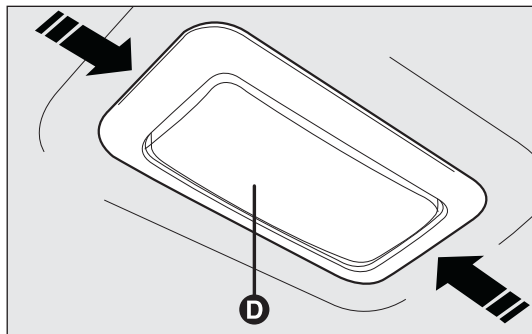

fig. 177
- ☐ actúe en los puntos indicados por las flechas y retire el plafón D-fig. 177;
- ☐ cierre la tapa de protección E y vuelva a colocar el plafón D-fig. 177 en su alojamiento asegurándose de que quede bien bloqueado.